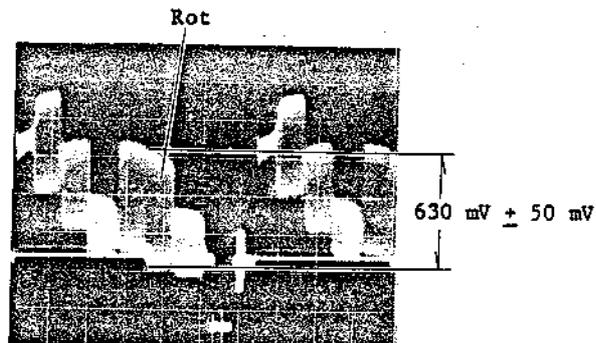

Abb. 4-15 Chromasignalpegel
(11) Chromasignalpegel (Abb. 4-15, 4-16, 4-52)
Abgleich mit Oszilloskop (Abb. 4-15)
4. Den CHROMA GAIN Regler (RM1101-2) so abgleichen, daß der Rotsignalpegel der Wellenform $630 \text{ mV} \pm 50 \text{ mV}$ beträgt (siehe Abb. 4-15).